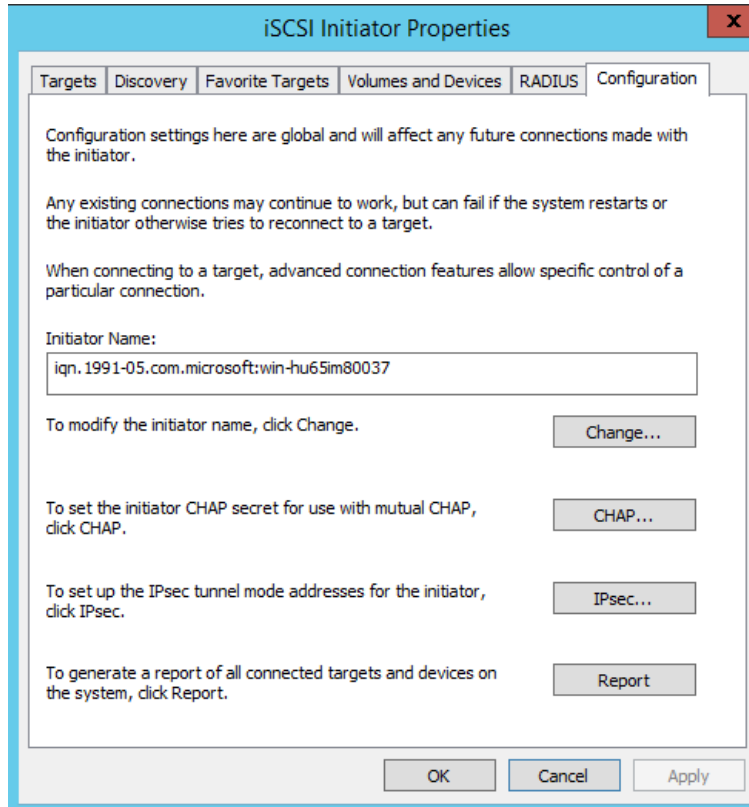

Figure 9-17. Propriétés de l'initiateur d'iSCSI, page de configuration
- b. Sur la page de configuration (Figure 9-17), cliquez sur **Modifier** pour modifier le nom de l'initiateur.